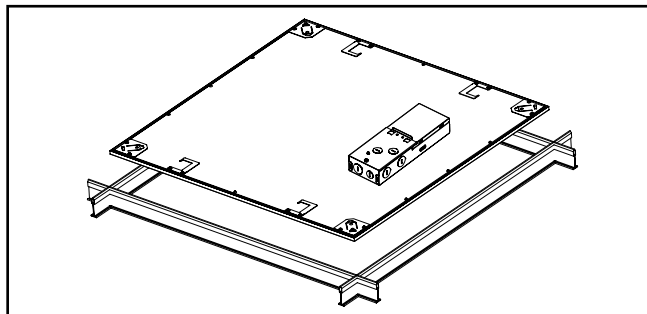

Imagen 3.
- Pase el aplique a través de la red a un ángulo de 45 grados y luego colóquelo en la red (Imagen 3).